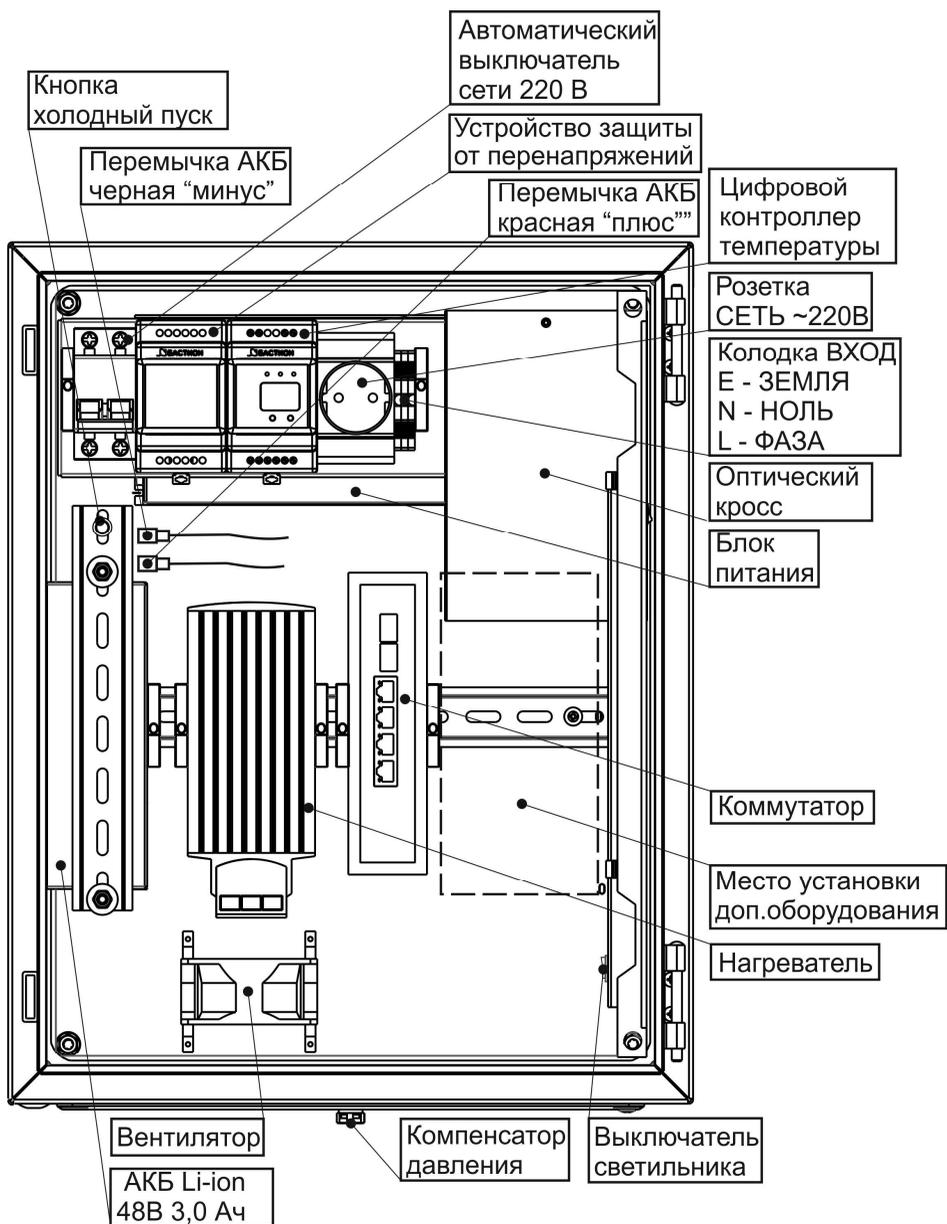

Рисунок 2 - вид изделия с открытой дверцей
- клеммной колодке ВХОД ~ 220В (см. рисунок 2).